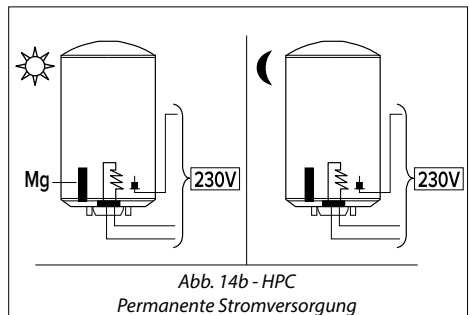

Abb. 14b - HPC Permanente Stromversorgung
② Permanente Stromversorgung
- > Heizelement und PROfessional TECH Anode => Kontinuierliche Stromversorgung (Abb. 14b).